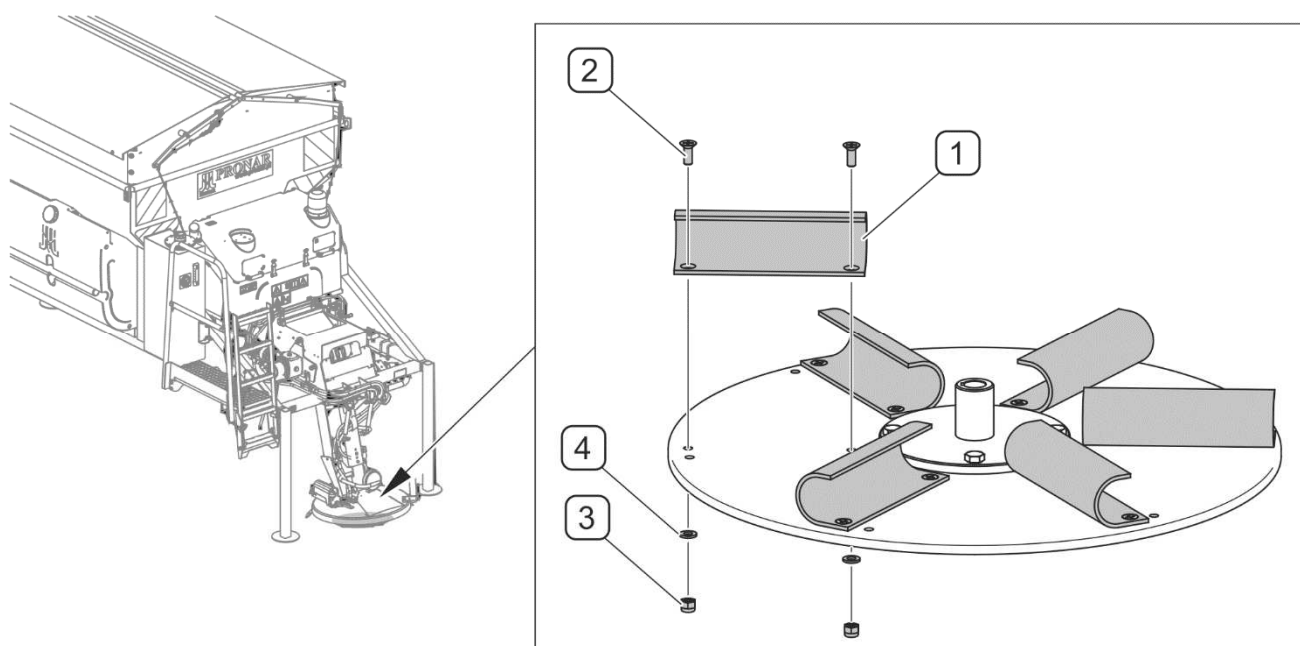

РИСУНОК 5.14 Замена лопастей диска разбрасывающего механизма
- Отвинтить гайки (3) (РИСУНОК 5.14) .
- Вынуть болты (2) и снять шайбы (4).
- Заменить лопасти (1) новыми, проверить состояние болтов и гаек, в случае необходимости заменить (см. ТАБЛИЦА 5.4).